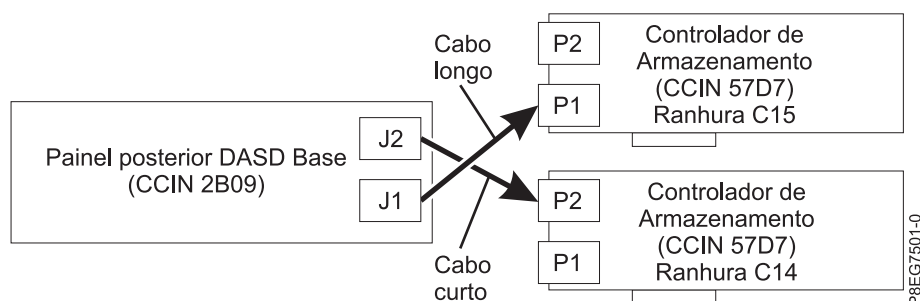

Figura 19. Voltar a ligar o cabo SAS numa configuração de disco dividido
- Se tiver dois adaptadores internos PCIe3 x8 SAS RAID (CCIN 57D7) (componente de disco dividido), o cabo SAS curto liga o conector (J2) do painel posterior da unidade de disco superior ao conector P2 do adaptador na ranhura P1-C14. O cabo SAS comprido liga o conector (J1) do painel posterior da unidade de disco inferior ao conector P1 do adaptador na ranhura P1-C15. Consulte Figura 19.